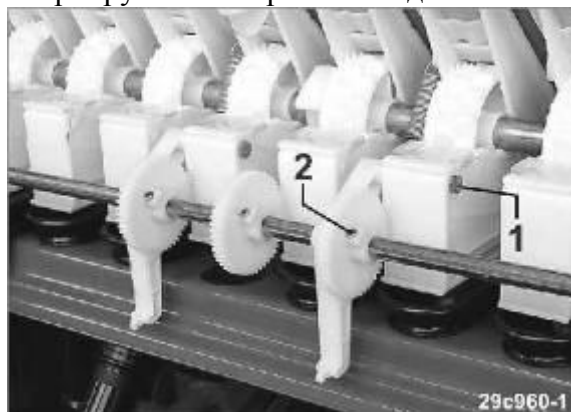

Рис.105
6. Снимите болты (Рис. 105/1).
7. Ослабьте болты (Рис. 105/2).